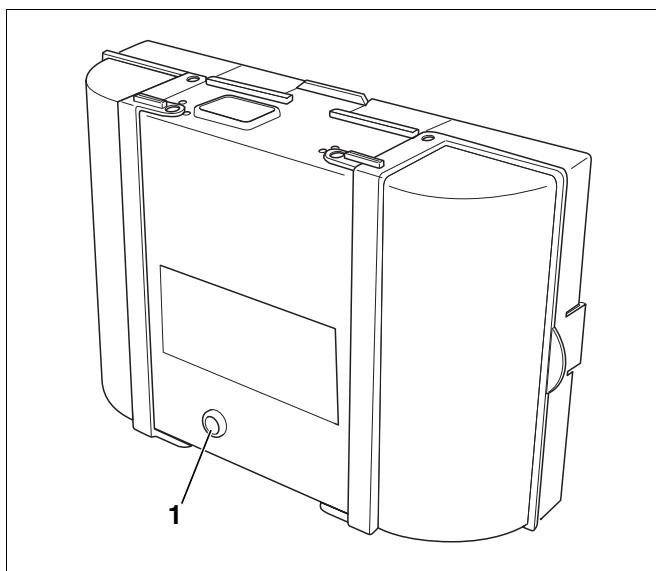

Рис. 10 Сброс неисправностей на автомате горения
- Нажать кнопку подавления помех (рис. 10, **поз. 1**) для сброса ошибки.